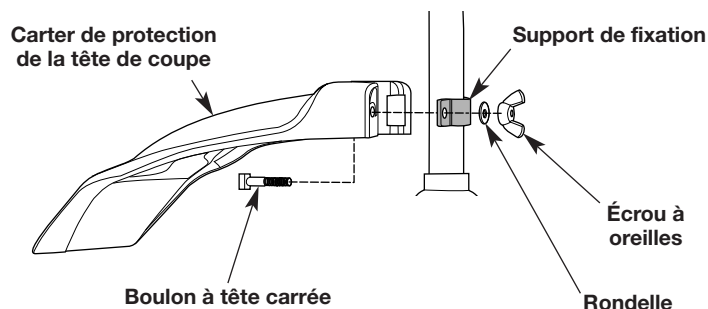

Fig. 2
4. Insérez le boulon à tête carrée dans le trou situé en-dessous du carter de protection (Fig. 2). Poussez le boulon à travers le carter de protection et le support de fixation.
5. Placez la rondelle sur le boulon à tête carrée (Fig. 2).
6. Vissez l'écrou à oreilles sur le boulon à tête carrée jusqu'à ce que le carter de protection soit correctement fixé en position (Fig. 2).